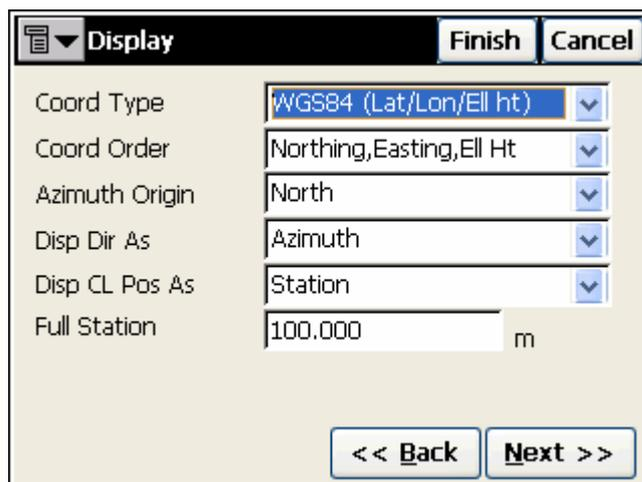

Рисунок 3-64. Показания
3. Выберите параметры вывода величин на экран: систему, в которой Вы бы хотели видеть координаты, порядок следования плановых координат, начальное направление для отсчета азимутов, а также то, как следует показывать положение на Осевой линии трассы (ПК+ расстояние или расстояние). Если выбран тип ПК+ расстояние, задайте расстояние между ПК, после чего нажмите **Next (След)** (рис. 3-64 на стр. 3-42).